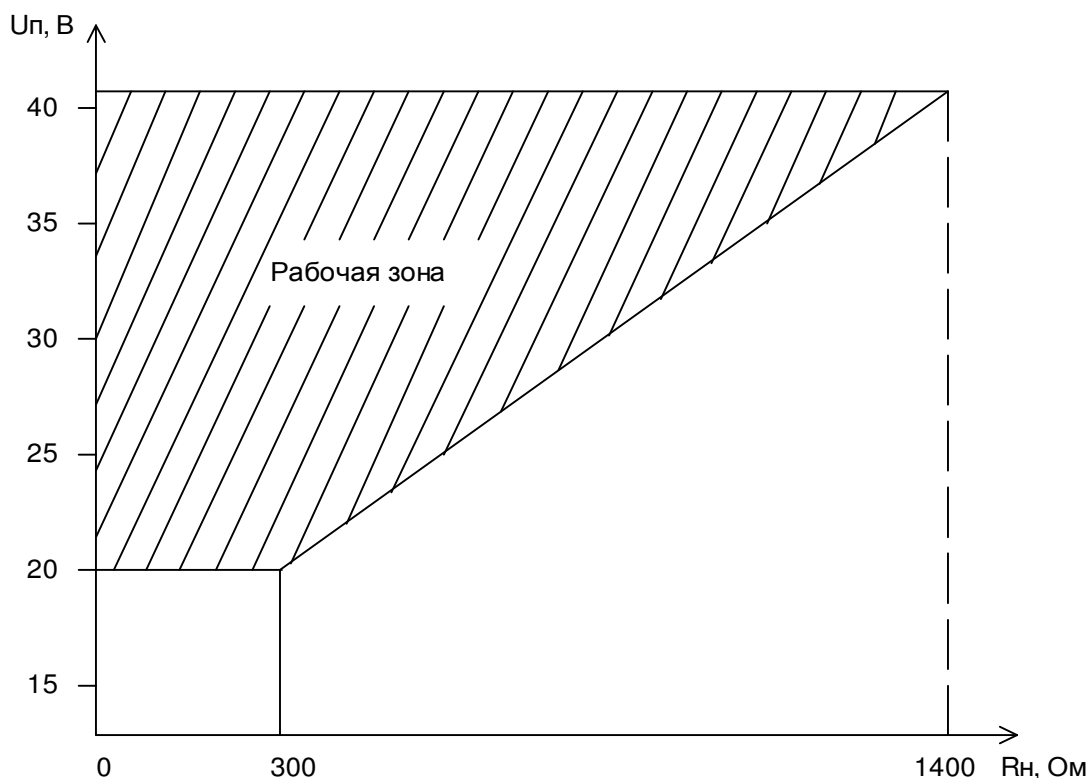

Рисунок 1
- границам рабочей зоны (рисунок 1);